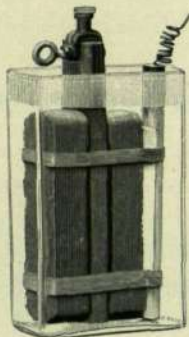

Fig. 19.
**No. 590. Kleineres Leclanché-Element (Fig. 19)**